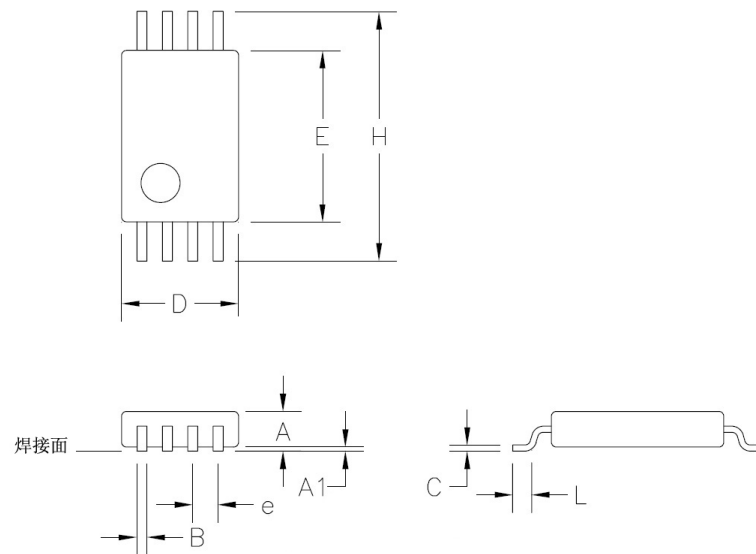

图 22 SOT505-1
- TSSOP8——8 脚塑料小形封装, 请参见图 22。
表 32 图 22 的尺寸说明